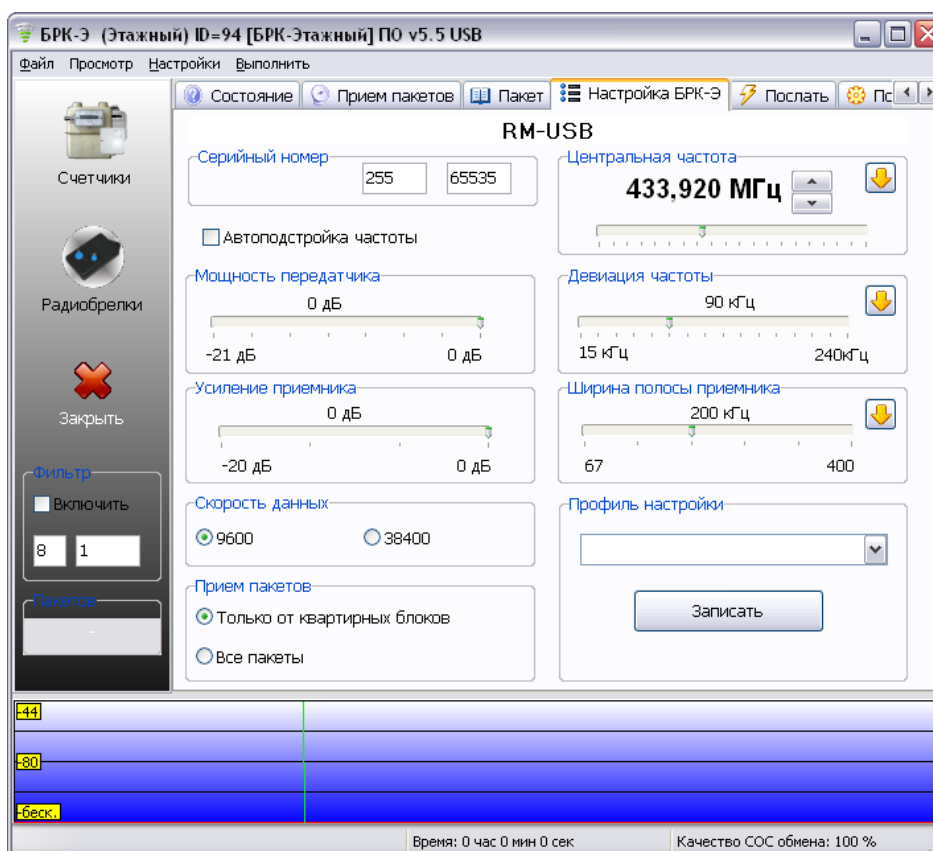

Рисунок 16 - Настройка радиоканала
1) Выбрать вкладку «Настройка БРК-Э» (рисунок 16) и установить требуемые значения параметров радиоинтерфейса виртуального БРК-Э: